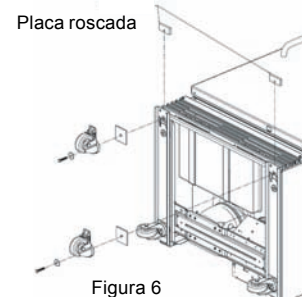

Figura 6
- Coloque la placa roscada entre la parte inferior delantera del gabinete y los rieles de las ruedas, como se muestra en la figura 6. Asegúrese de que los agujeros de la placa roscada se alineen con la ranura del centro del riel de la rueda.